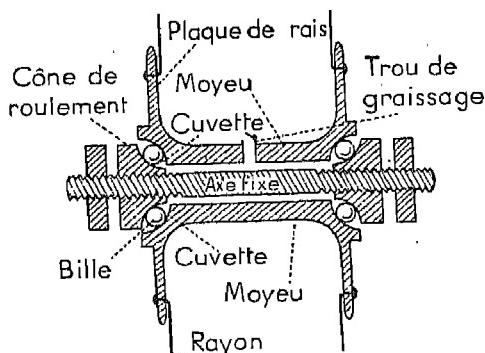

Fig. 2. — Axe, moyeu, roulement à billes de la roue avant d'une bicyclette.
a) L'*axe* est un petit cylindre d'acier, fileté à chaque bout, ce qui permet d'y serrer solidement, entre deux écrous, les extrémités de la fourche de direction (fig. 2).